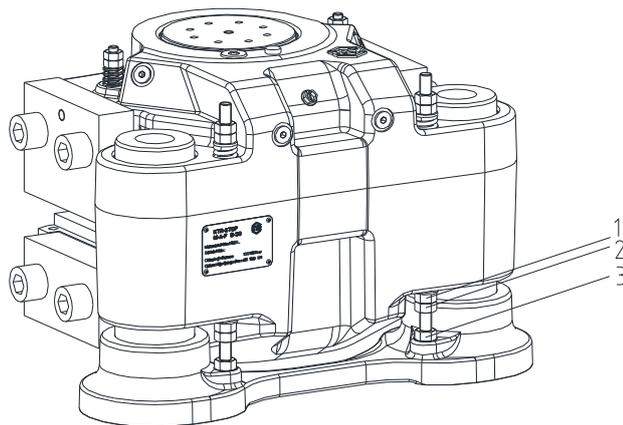

Bild 12: Einstellung Zentrierungssystem
- Stellen Sie den Spalt auf den geforderten Wert ein, indem Sie die in Bild 12 mit 1 markierte Sechskantmutter in die Richtung nach oben oder unten schrauben.
- Kontern Sie die Sechskantmutter mit der in Bild 12 mit 2 markierte Sechskantmutter.